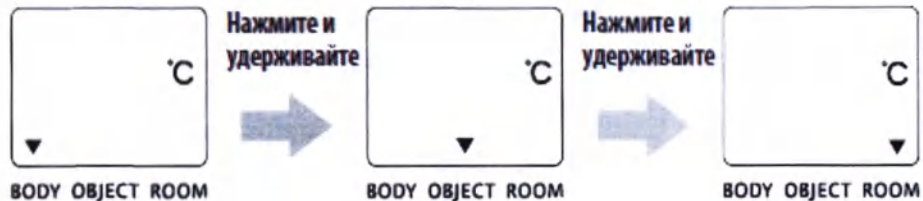

Рисунок 10
2. Нажмите и удерживайте кнопку РЕЖИМ•ПАМЯТЬ (MODE•MEMORY), чтобы переключиться в режим измерения температуры воздуха в помещении (Рисунок 10).